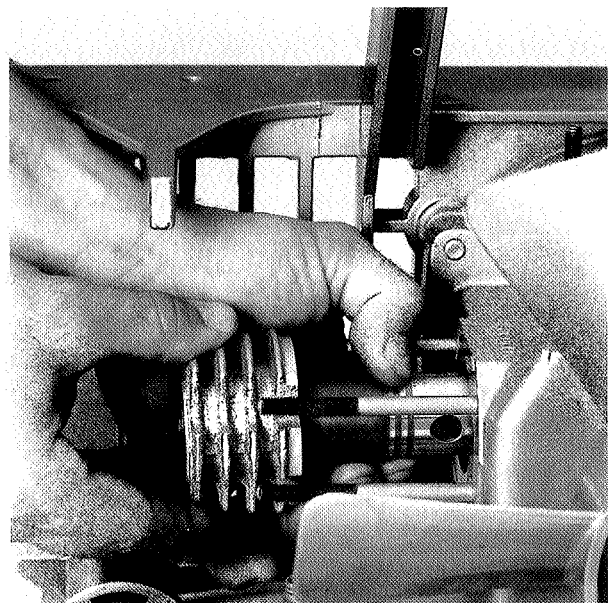

Abb. 12
- O-ring (2) should always be replaced.
- Grease o-ring (2) slightly with vaseline; slide o-ring without twisting over the lower cylinder into the groove of the flange.
- When reinstalling the snap-ring (5) ensure its correct position!
- Lubricate piston (3) sufficiently and check that the piston ringgaps are in correct position (turned by 180°). For the correct set of piston rings: (see page 46).
- Assemble piston (3) and cylinder (1) in reverse order of the disassembly.
- Carefully fit cylinder (1). (see fig. 12).
- O-Ring (2) generell erneuern.
- O-Ring (2) leicht mit Vaseline einfetten und auf Zylinderunterteil bündig zum Zylinderfuß verdrillfrei aufziehen.
- Beim Einbau des Sicherungsrings (5) auf dessen korrekten Sitz achten!
- Kolben (3) gut einölen, dabei auf Versetzung der Kolbenringstöße (180°) achten. (Kolbenringbestückung: Siehe Seite 47).
- Montage von Kolben (3) und Zylinder (1) in umgekehrter Reihenfolge wie bei Demontage.
- Zylinder (1) vorsichtig überschieben. (Siehe Abb. 12).